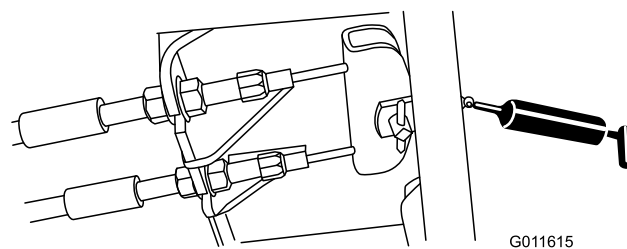

Figura 54
- Pedal do travão (1) (Figura 54)